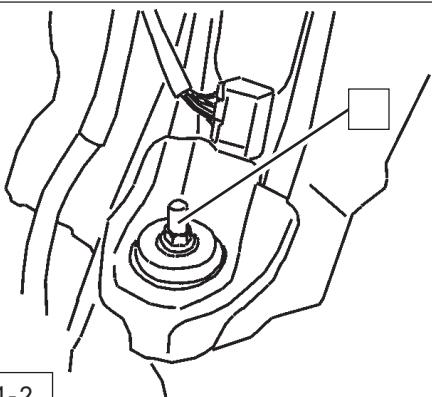

図4-2
4. ダンパーアッパー取付ナット（締付トルク：25N·m）を使用して、リアダンパーASSY（同梱品）を車両に取付けてください。（図4-2）